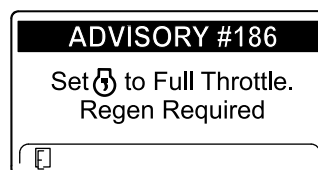

Figure 41
**Remarque:** Si la température d'échappement moteur est trop basse, l'InfoCenter affiche la MISE EN GARDE N° 186 (Figure 41) pour vous informer de régler le moteur à plein régime (régime maximum de marche à vide).